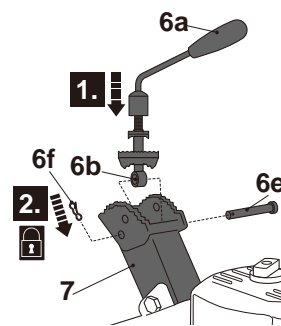

Fig. 7
- > Insira a extremidade esférica do parafuso (6d) no suporte da alavanca (7) e alinhe os orifícios. (Fig.7)
- > Fixe o conjunto com o parafuso (6e) e o pino (6f). (Fig.7 Passo 2)